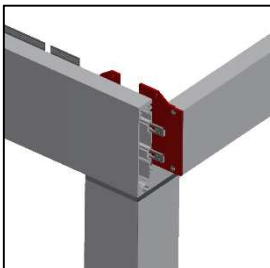
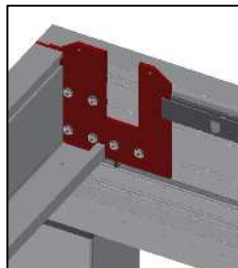

Abbildung 46
Abbildung 47
- » Stirnprofil für Motorseite (siehe Kapitel 2.4.3) in Längsprofil einschieben (Abbildung 46), bis ganz ans Lamellenträgerprofil, das hier gleichzeitig als Anschlag dient (Abbildung 47), Linsenkopfschrauben (49) festdrehen